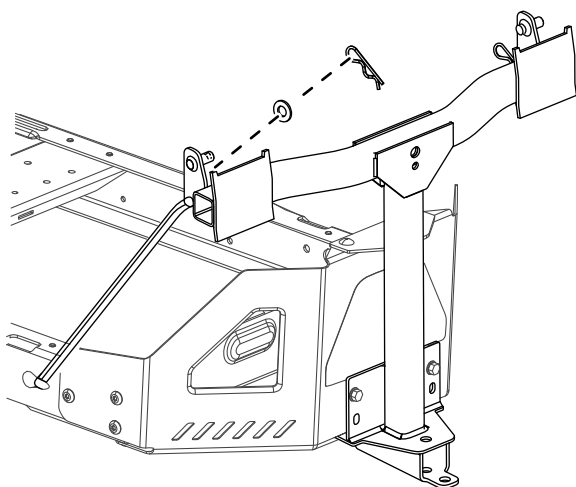

Figure 10
- Placez l'extrémité évasée et coudée d'une tige dans le trou à détrompeur sur le côté gauche du cadre de la machine, et déplacez la tige vers l'arrière pour l'enclencher dans le cadre (Figure 10).
5. Insérez les extrémités coudées des tiges dans le support de fixation d'accessoire, comme montré à la Figure 10, et fixez-les avec une rondelle et une goupille fendue.